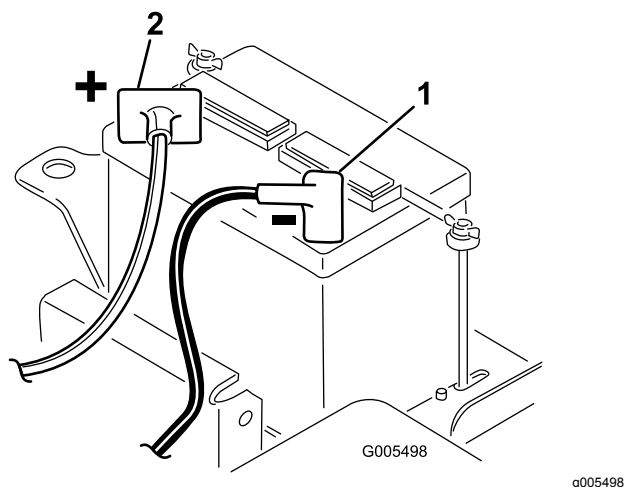

図 5
2. スタータからの赤いケーブルを端子に固定する 図 5。レンチで締め付けて固定し、ワセリンを塗布する。ケーブルが擦れて磨耗するような配線はさける。座席の最後部でケーブルを傷つけることがあるので特に注意すること。